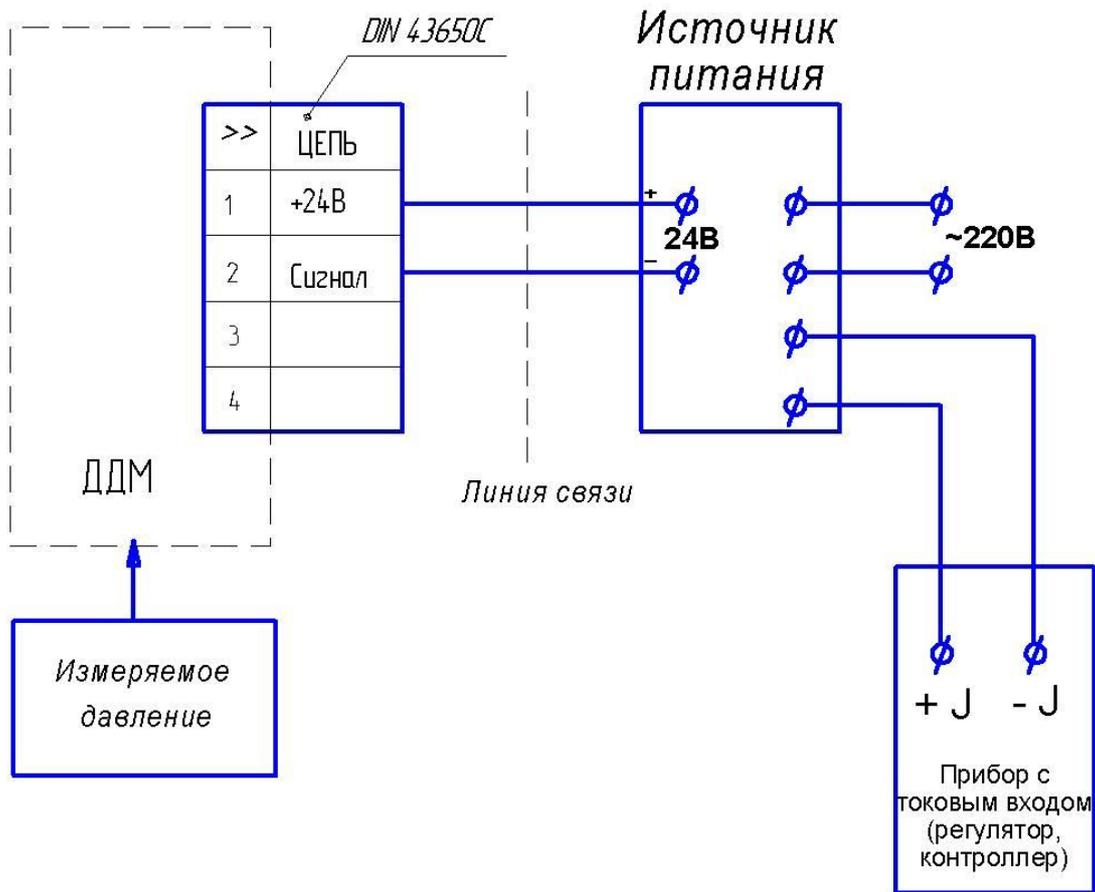
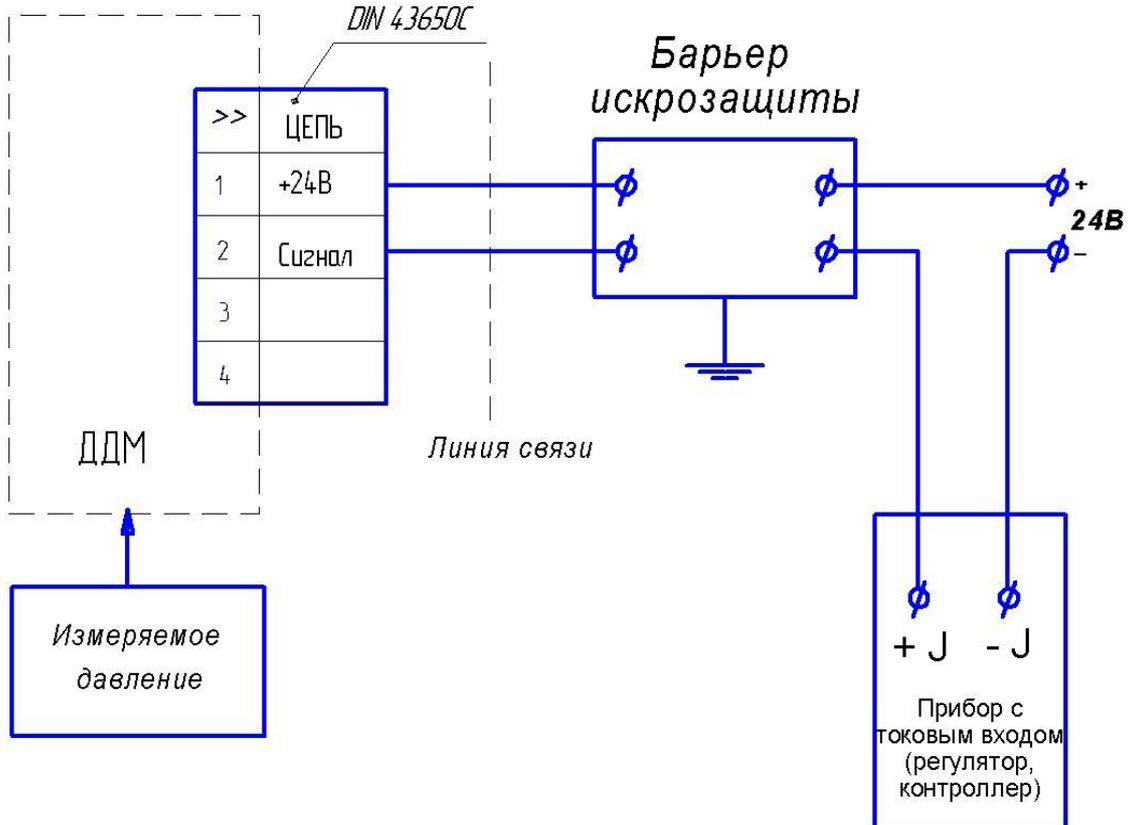

Рис.9. Схема подключения датчика ДДМ-03-МИ-Ех на объекте с применением взрывозащищенного источника питания.
Рис.10. Схема подключения датчика ДДМ-03-МИ-Ех на объекте с применением барьера искрозащиты.
3.2.1. Монтаж датчиков ДДМ-03-МИ-Ех должен производиться в соответствии со схемой подключений (рис.9 или рис.10 ПРИЛОЖЕНИЕ2), руководством по эксплуатации с соблюдением требований гл. 3.4 «Правил технической эксплуатации электроустановок потребителей», «Межотраслевых правил по охране труда (правил безопасности) при эксплуатации электроустановок (ПОТ Р М-016-2001/РД 153-34.0-03.150-00)», гл. 7.3 ПУЭ и ГОСТ Р 52350.11.